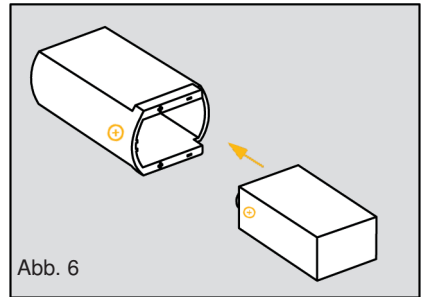

Abb. 6
- Entfernen Sie die alte Batterie und ersetzen Sie sie durch eine neue. Achten Sie dabei darauf, dass Sie die neue Batterie polrichtig einsetzen (siehe Abb.6 / Seite 19).